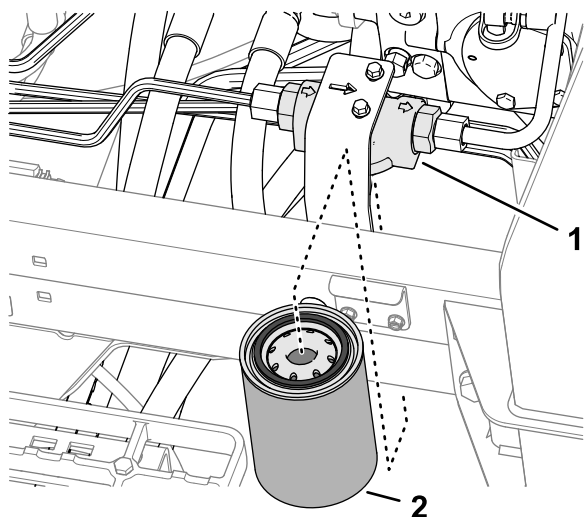

Figura 146
3. Sul lato sinistro della macchina, allineate una bacinella di spurgo sotto il filtro di carico (Figura 146).